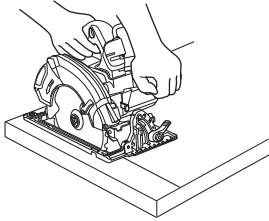
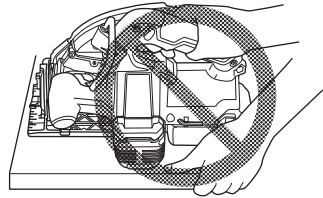

图2
图3
- 例如，图2所示为锯割木板末端的方法，图3为错误方法。如果工件过于短小，请将其固定。如果工件过于短小，请将其固定。请勿手握较短的部分！